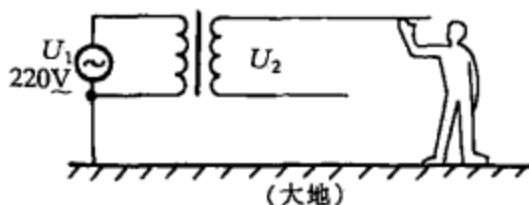

图 2-29
(1) 电源变压器主要用于电源电压变换，并可同时提供多种电源电压，以适应电路的需要。
(2) 电源变压器同时具有电源隔离功能。如图 2-29 所示，由于变压器的隔离作用，即使人体接触到电压 U_2 ，也不会与交流 220V 市电构成回路，保证了人身安全。这就是维修热底板家电时必须要用电源隔离变压器的道理。